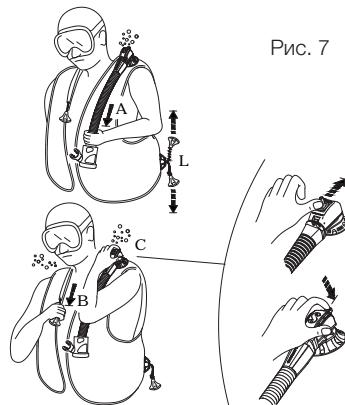

Рис. 7
- a. осторожно потяните за шланг в сборе (рис. 7 - А).
- b. нажатие на кнопку, выступающую из корпуса клапана (рис. 7 - С) (зашита патентом): эта система может пригодиться для обеспечения воздухом другого дайвера, испытывающего проблемы (паника, начинающий дайвер, потеря сознания и т.д.).
- Двойной ручной разгрузочный клапан SCUBAPRO® (защищен патентом) имеет ручную кнопку безопасности, которая выпускает воздух при нажатии (рис. 7-C) в случае отказа ручной разгрузочной системы (обрыв кабеля, штифта и т.д.).
### **Нижний сливной клапан (рис. 7 - L)**
Дефляционные устройства с максимальным оттоком газа – это плечевой клапан (рис. 7-B) и нижний клапан (рис. 7-L).